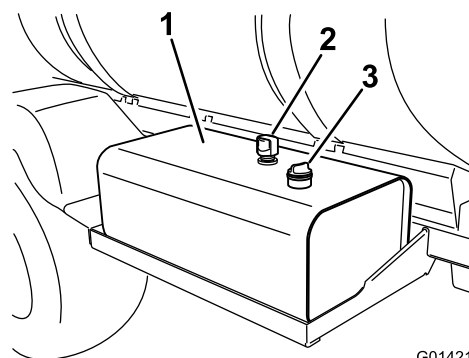

Figura 94
2. Limpie la zona alrededor del tapón de la varilla del depósito de fluido hidráulico y retire el tapón (Figura 94).